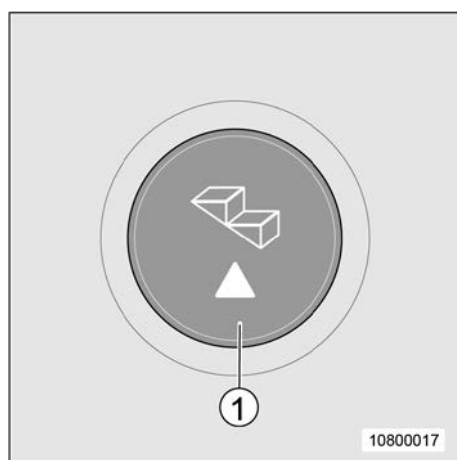

Fig. 10 Commutateur sur le modèle T
1. Appuyer sur le bouton-poussoir (Fig. 10/1) et le marche-pied rentre complètement.